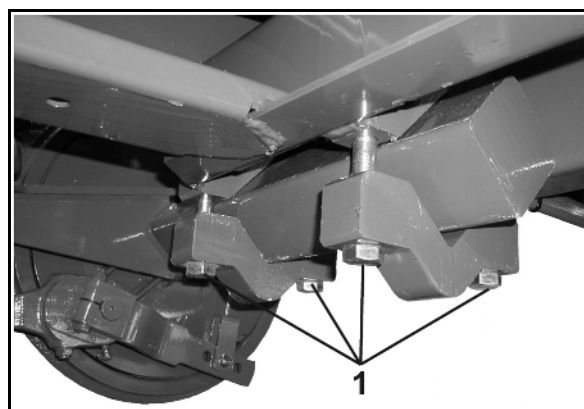

Fig. 120
4. Løsne klemskruene (Fig. 120/1).